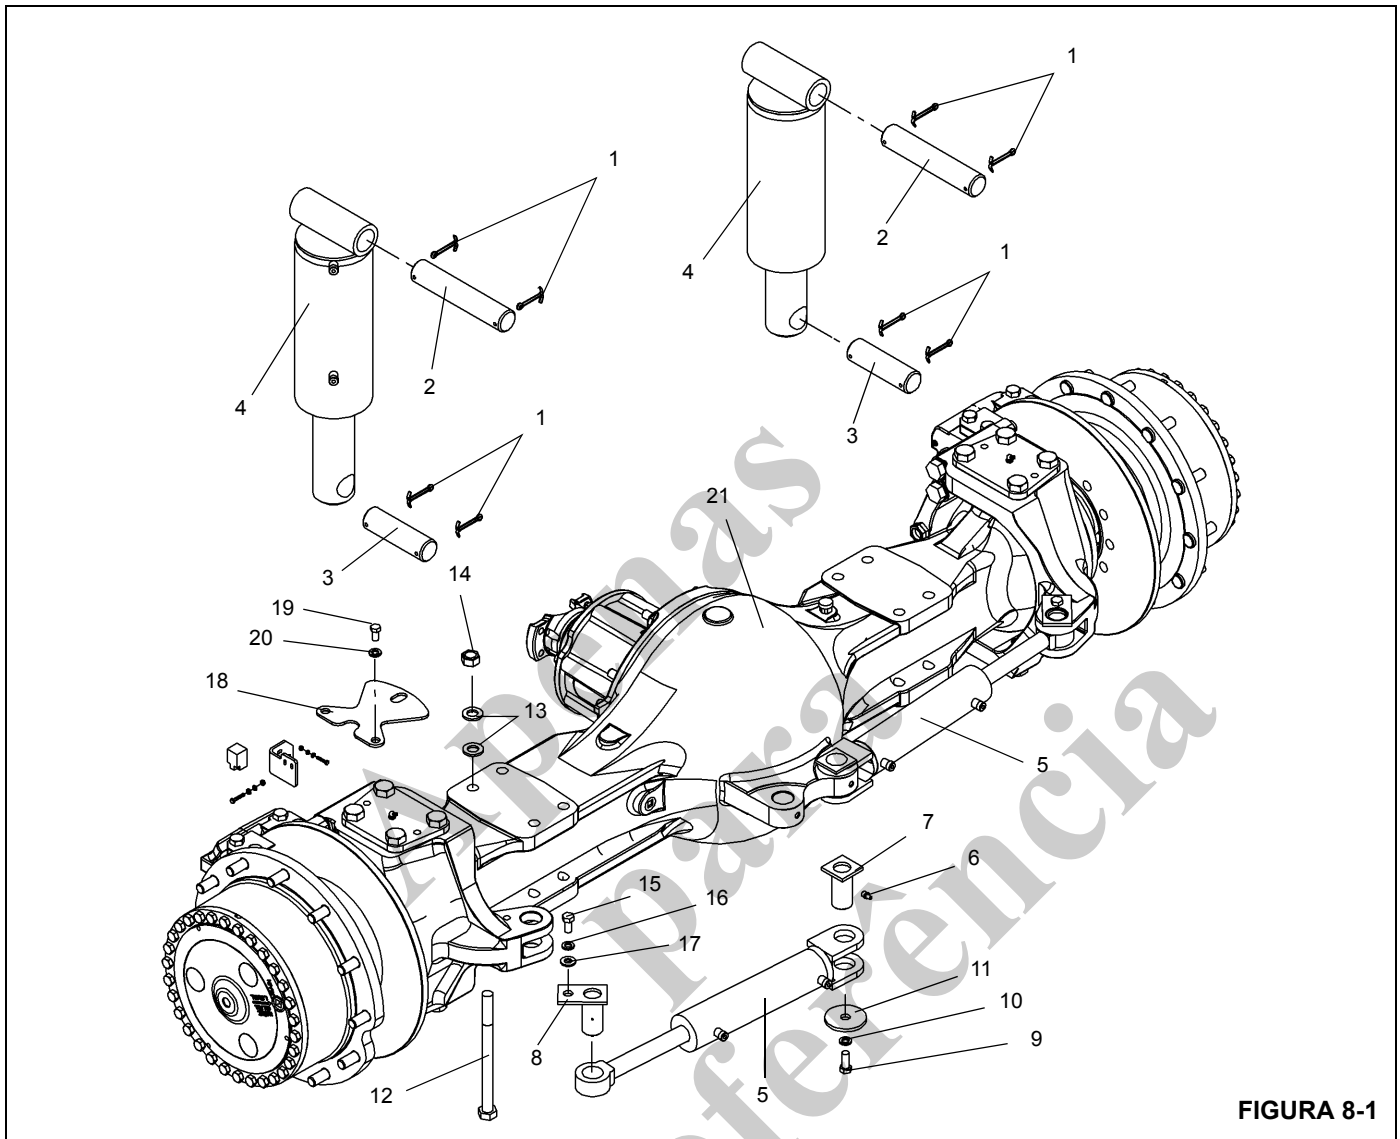
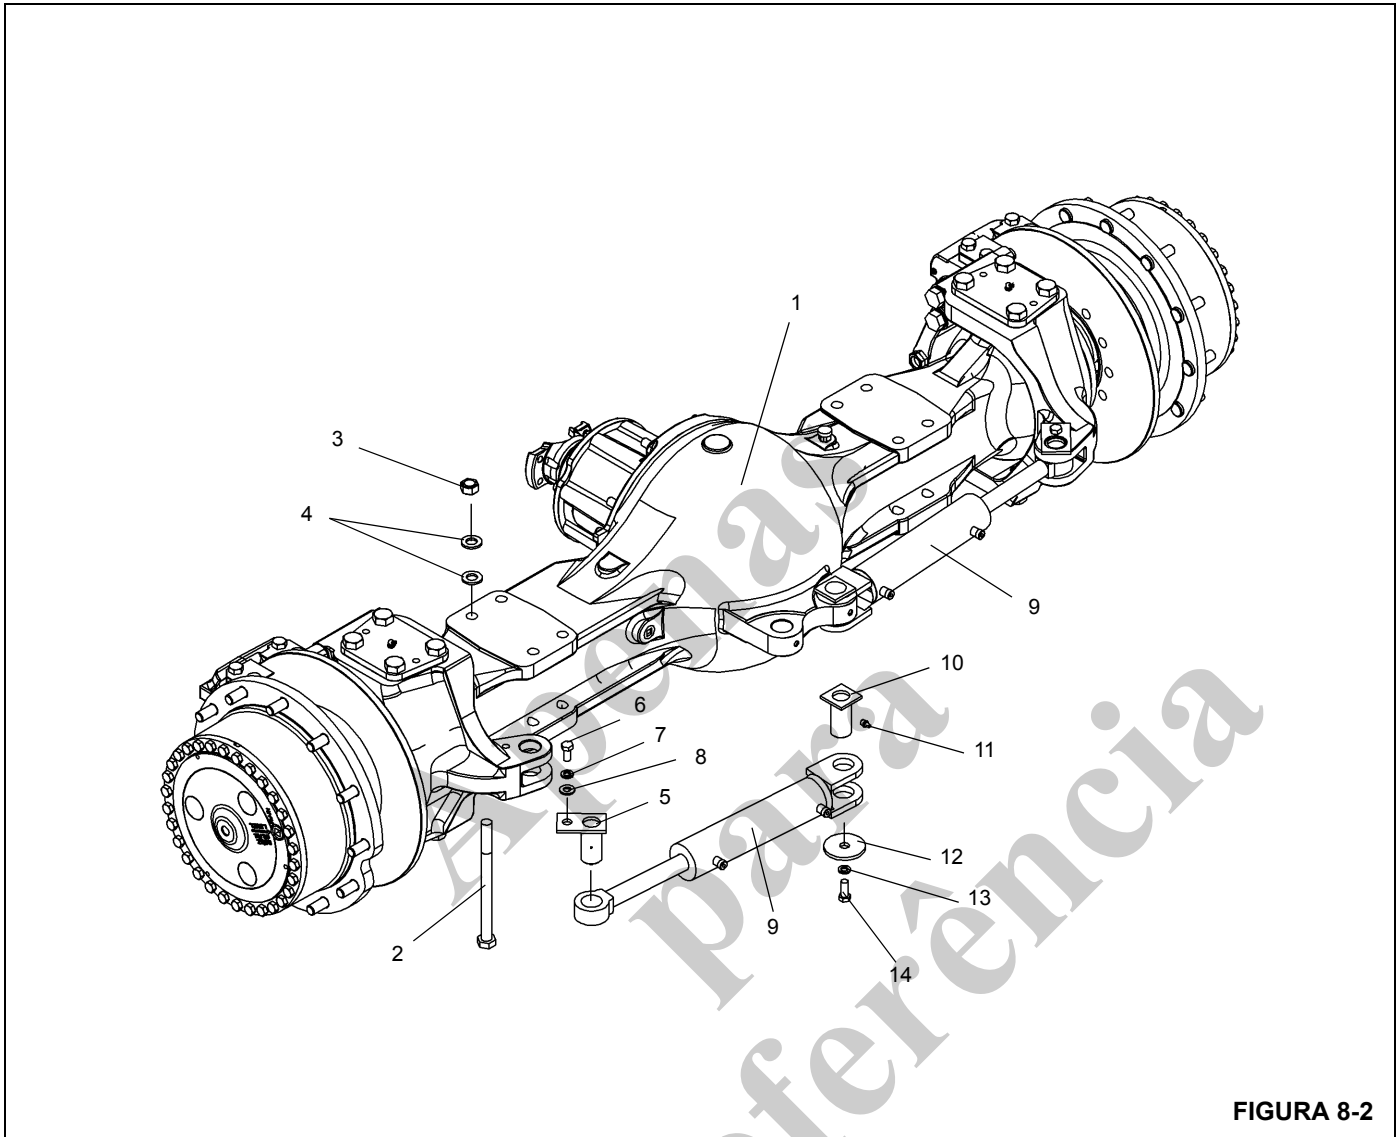

FIGURA 8-1
FIGURA 8-2
9. Remova as oito porcas, as arruelas e os parafusos com cabeça que fixam o eixo à estrutura/cavelete (Figura 8-1) (Figura 8-2).